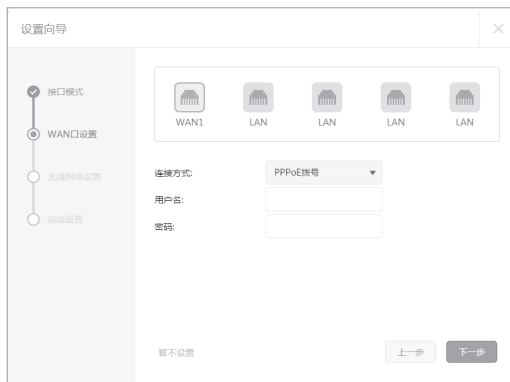

图4-3 WAN口设置-PPPoE拨号
- 1) 如果连接方式为“PPPoE拨号”, 即ADSL虚拟拨号方式, 则需要填写网络服务商提供的上网账号与密码, 如图4-3所示。